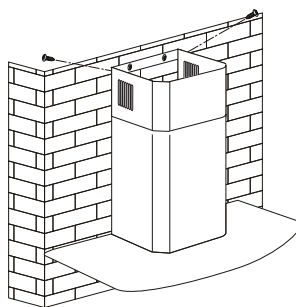

Fig. 7
- Soulevez la cheminée supérieure jusqu'au plafond et fixez-la à l'étrier à l'aide des 2 vis (fig. 7).